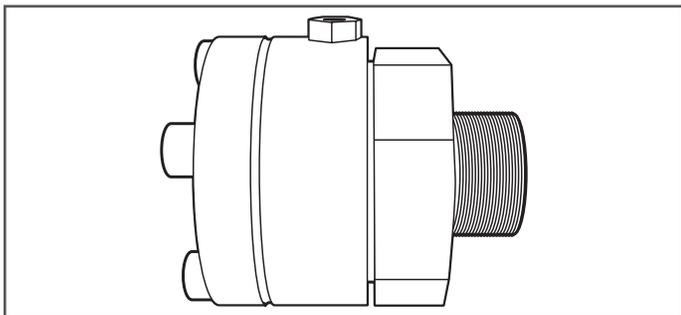

Figure 7-6
7. Raccords à fixer sur chantier DoubleTrac® (Figure 7-6).